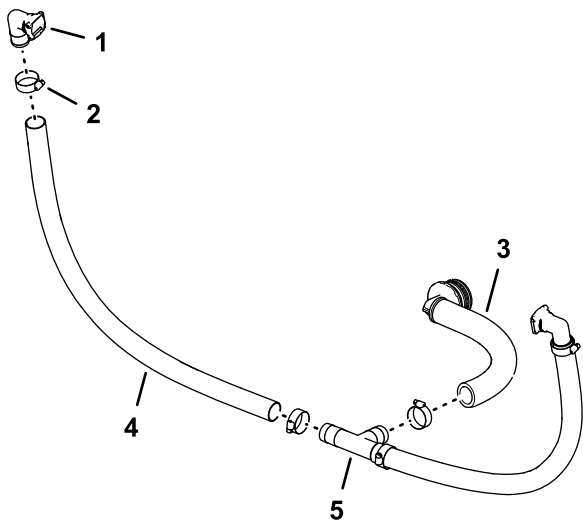

Bild 92
1. Befestigen Sie die 90° Schnelltrennkupplung (1" Kupplung) mit dem Schlauch (1" x 26") und den Schlauch mit einer Schlauchschelle an der Armatur, wie in Bild 92 dargestellt.
2. Befestigen Sie das freie Ende des Schlauchs am T-Anschlussstück, wie in Bild 92 abgebildet, und befestigen Sie den Schlauch mit einer Schlauchklemme am Anschlussstück.
4. Befestigen Sie das gezahnte 90°-Anschlussstück und den Schlauch am T-Anschlussstück und befestigen Sie den Schlauch mit einer Schlauchklemme am Anschlussstück (Bild 92).